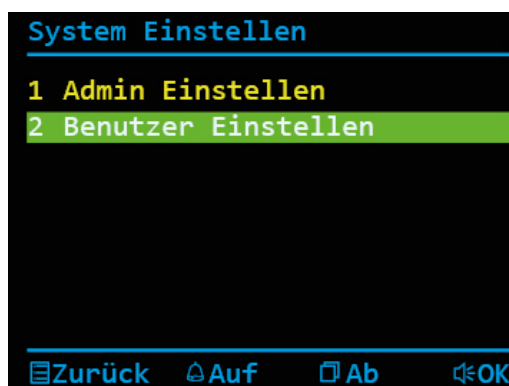

Abb. 34: Benutzer konfigurieren
- ▶ Drücken Sie die Bildtaste  oder die Ruf AUS-Taste  und wählen Sie das Menü *Benutzer Einstellen* aus (Abb. 34).